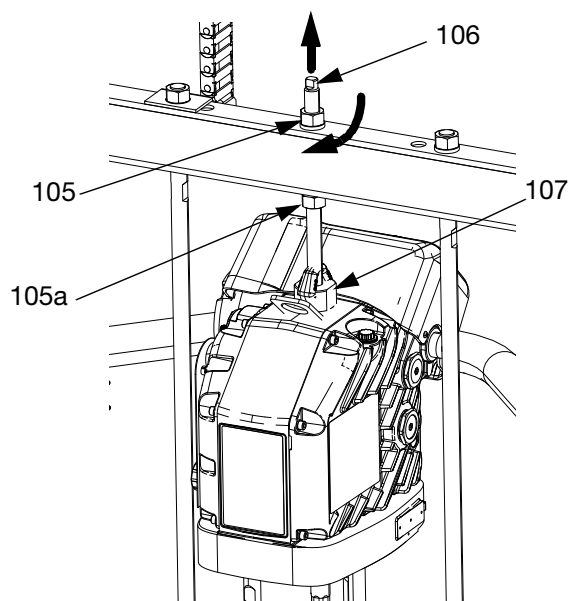

图 45
1. 将活塞泵 (AC) 插在压盘 (AD) 上。按照连接压盘 (第 50 的步骤操作)。
3. 连接驱动器 (AB):
- a. 用扳手转动柱塞横杠顶部的螺母 (105)，将驱动器 (AB) 降到活塞泵 (AC) 上。请参见图 45 (第 51)。提起螺母 (105)，将其拧在柱塞横杠下面。在横杠下面，用最大 25 英尺-磅 (34 牛·米) 的扭力拧紧螺母 (105)。